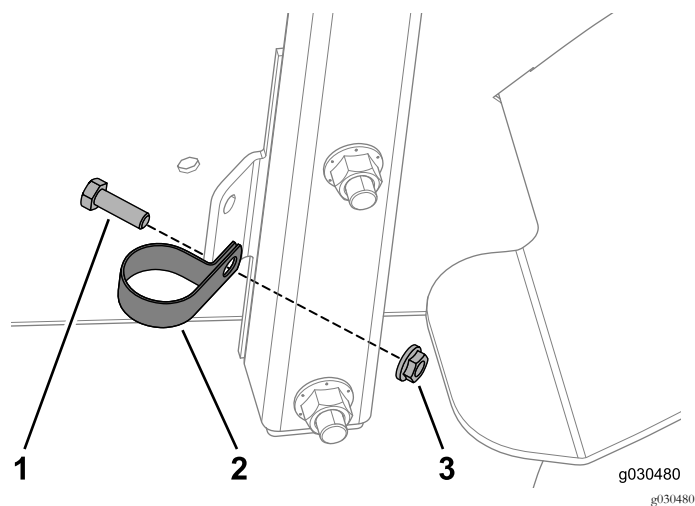

図 44
1. アクセサリ用ブラケットに、Rクランプをひとつ取り付ける機体右側にあるボルト5/16 x ¾ インチとフランジナットを使用する 図 44。